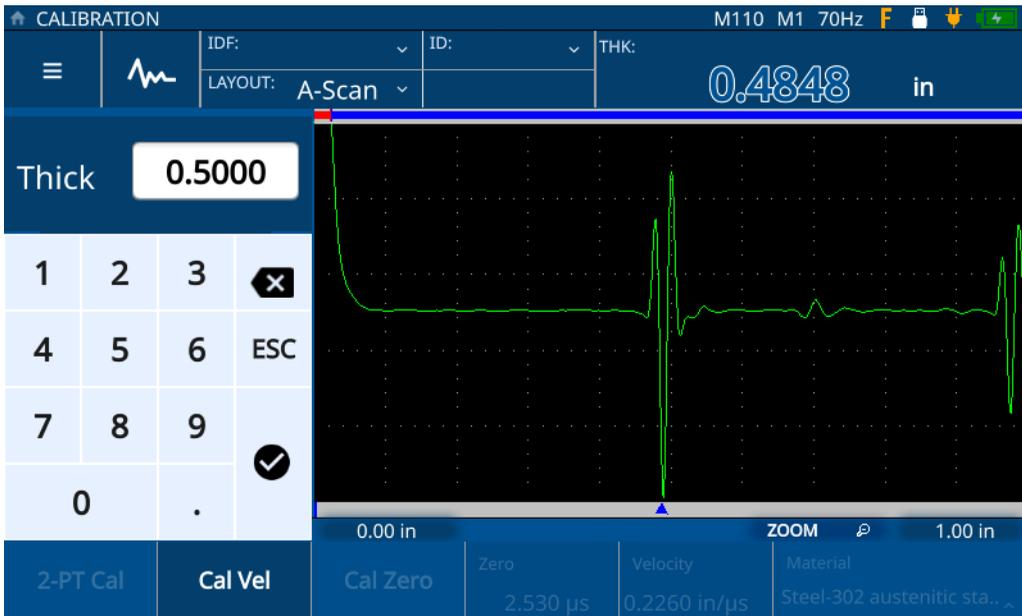

Abbildung 5-9 Eingabe der Dicke des Prüfteils
5. Wählen Sie den **Thick** Wert aus, um den Bearbeitungsmodus zu öffnen und geben Sie die Dicke des Prüfteils ein (siehe Abbildung 5-9 auf Seite 54).